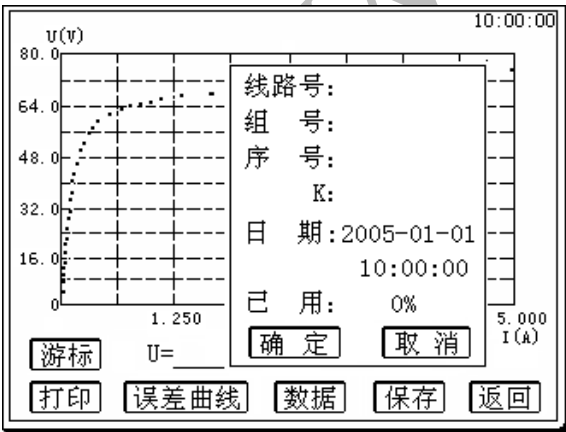

图 11
**参数设置：**将光标移动至 **保存**，选定后界面上将弹出被测 CT 参数对话框（如图 11 所示），通过旋转鼠标即可设置线路号、组号、相序、K 值等参数并自动记录当前数据保存的时间及日期、显示记录存储空间的已使用率。参数设置完毕之后，按下 **确定** 即可将当前所测数据保存在内存中。